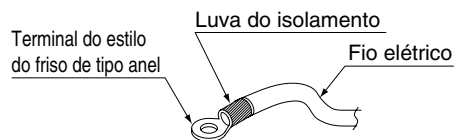

Fig. 6
- Use um terminal de friso de tipo anel para conexões ao bloco dos terminais de poder. (**Consulte a Fig. 6**) Também, isole a área frisada usando uma luva de isolamento, etc.